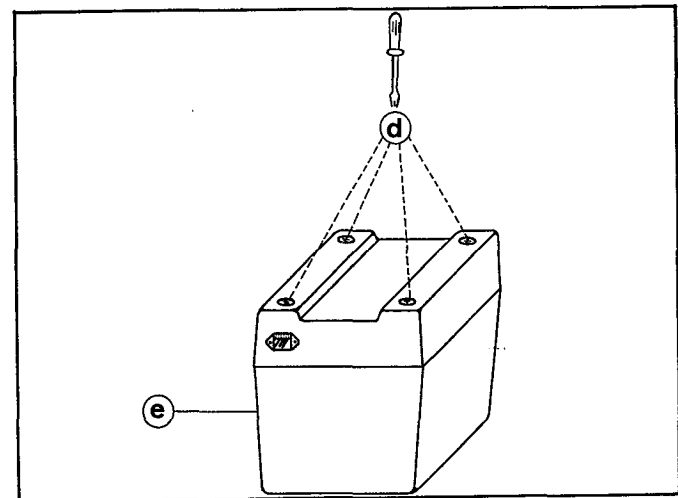

Abb. 3.1 ▲
- Gehäuseschrauben ④ auf der Geräte-Unterseite mit einem Kreuzschlitzschraubendreher (Größe 2) lösen (Abb. 3.1).